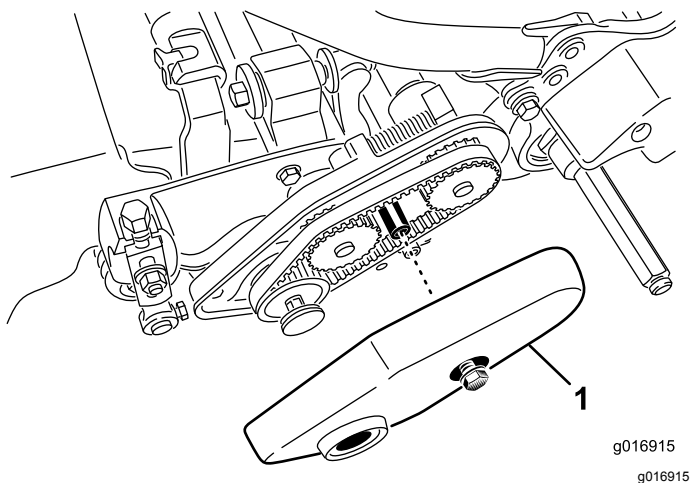

Рисунок 16
2. Выверните болт с буртиком, который крепит крышку ремня, и снимите крышку ремня, чтобы открыть ремень (Рисунок 16).